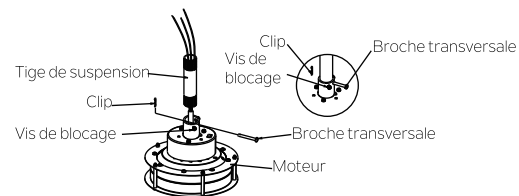

Fig. 7
Étape 3. Desserrez les deux vis de blocage et retirez le clip et la broche du dessus de l'accouplement du moteur. Alimentez soigneusement les fils du ventilateur et le câble de sécurité vers le haut par la tige de suspension. Installez la tige de suspension sur l'accouplement du moteur jusqu'à ce que les trous de la broche transversale soient alignés. Remplacez ensuite la broche transversale et le clip et resserrez les deux vis de blocage. (Fig. 7)